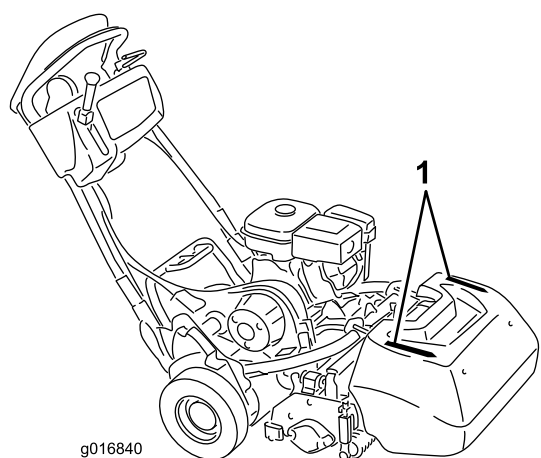

図 29
- 真っ直ぐに刈るコツの一つは、集草バスケットに付いている線 図 29 を目安にして、となりの刈り跡と平行に、常に一定の距離をおいて歩くことです。